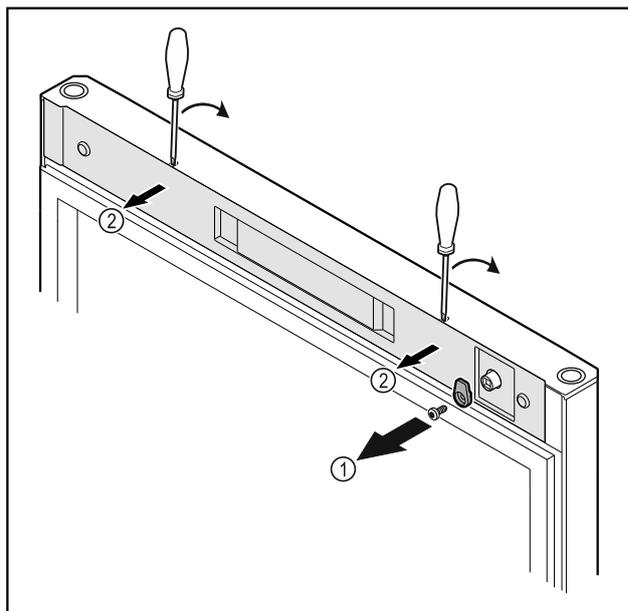

Fig. 11
- ▶ Dévisser le crochet de fermeture Fig. 11 (1).
- ▶ Décrocher le cache Fig. 11 (2) avec un petit tournevis et le retirer.